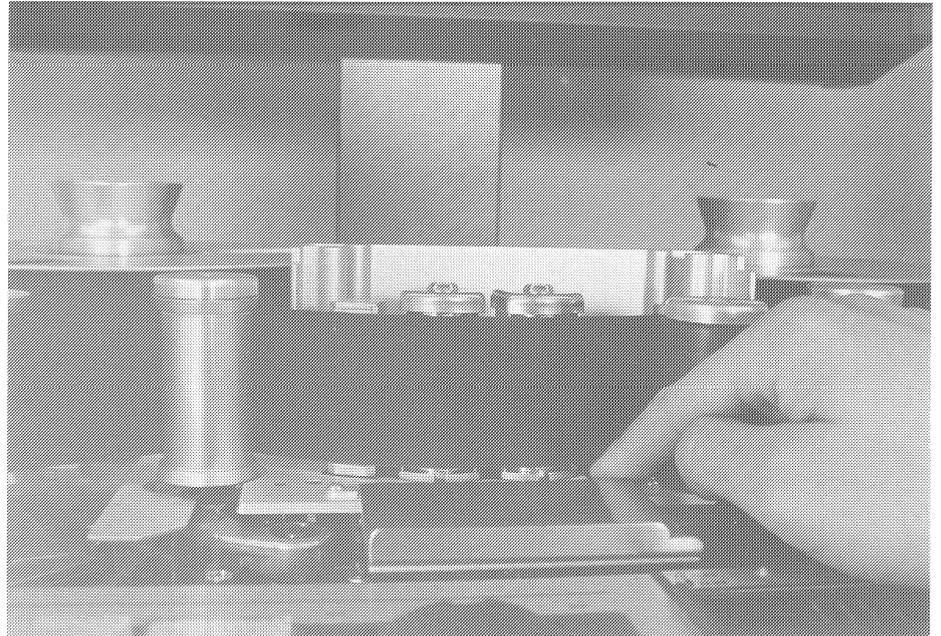

Fig. 35 Prüfen der Zentrierfähigkeit des Bandes von unten
- Links von der Capstanwelle mit einem Finger die Kante des laufenden Bandes um ca. 0,5mm aufwärts und abwärts drücken. Siehe Fig. 35 und 36.